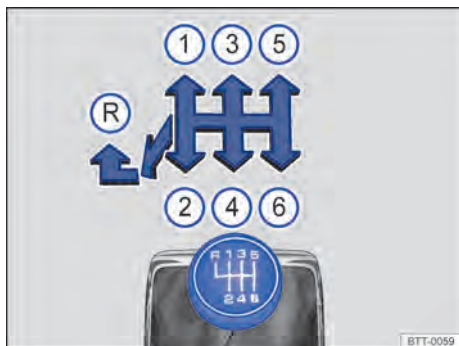

Fig. 95 Esquema de troca de marchas da transmissão manual de 6 marchas.
As posições de cada marcha estão representadas na alavanca de troca de marcha → Fig. 95 e → Fig. 95.
- Empurrar a alavanca de troca de marcha totalmente para a esquerda e depois para frente até a posição da marcha a ré → Fig. 95 e → Fig. 95 (R).